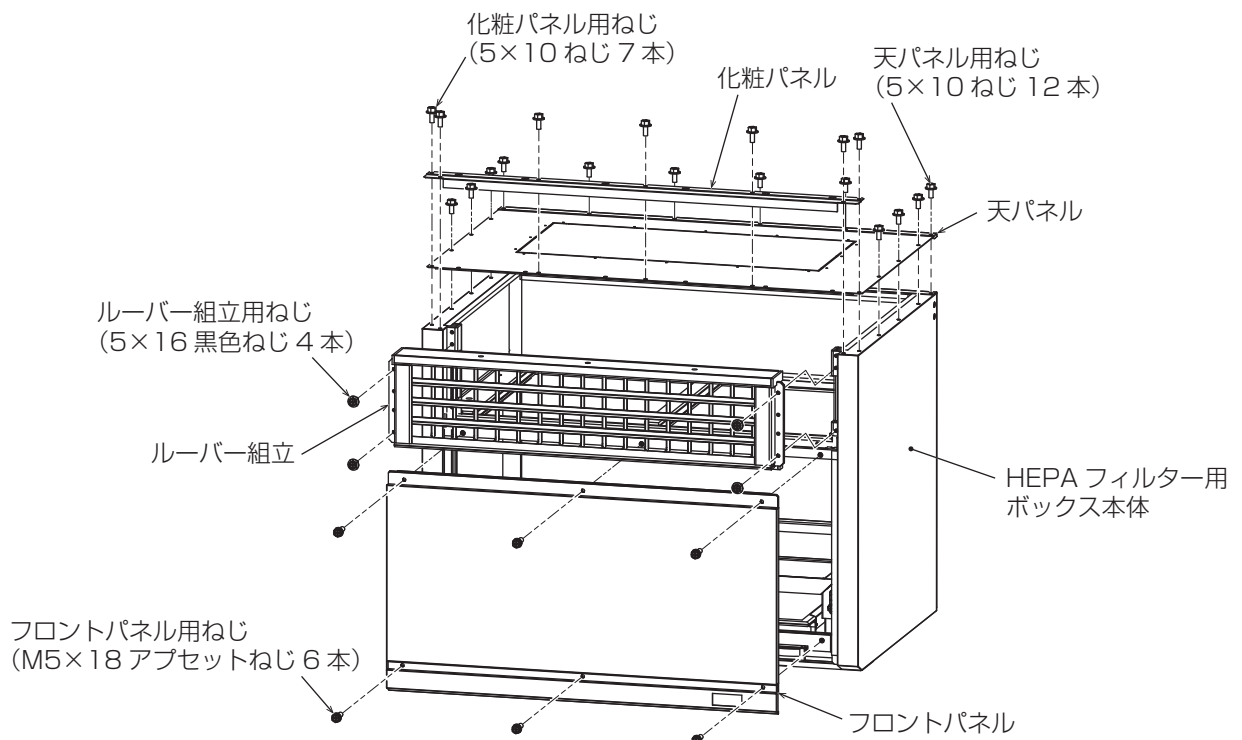

図 1
1. 化粧パネルを取外す。(5 × 10 ねじ 7 本)・・・図 1
2. 天パネルを取外す。(5 × 10 ねじ 12 本)・・・図 1
3. フロントパネルを取外す。(M5 × 18 アブセットねじ 6 本)・・・図 1
4. ルーバー組立を取外す。(5 × 16 黒色ねじ 4 本)・・・図 1
- ※ ルーバー部を固定していた 5 × 16 黒色ねじは付属品の④黒色固定ねじ (5 × 16) と同じねじです。
5. HEPA フィルター用ボックス本体から取外した化粧パネルを元通り取付ける。(5 × 10 ねじ 7 本) ・・・図1